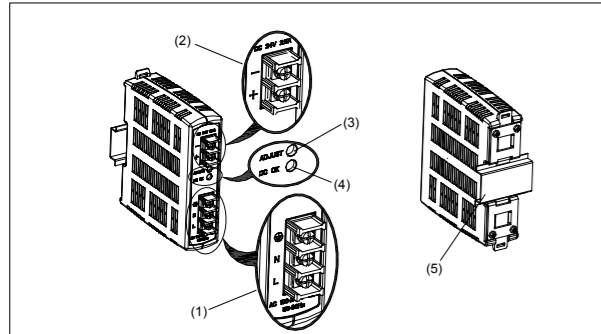
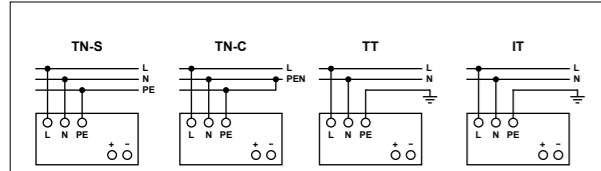

Figure 1
Figure 5
### 2. Gerätebeschreibung (Abb. 1)
#### 5.1. Anschluss der Eingangsklemmen (Abb. 1, Abb. 5)
#### 5.2. Anschluss der Ausgangsklemmen (Abb. 1 (2))
Verwenden Sie die Schraubklemmen „+“ und „-“, um den 24Vdc-Anschluss herzustellen. Am Ausgang stehen 24Vdc zur Verfügung. Die Ausgangsspannung kann am Potentiometer zwischen 22 und 28Vdc eingestellt werden. Die grüne LED „DC OK“ zeigt die korrekte Funktion des Ausgangs an (Abb. 1 (4)). Das Gerät verfügt über einen Kurzschluss-, Überlast- und Überspannungsschutz, der auf 35Vdc begrenzt ist.